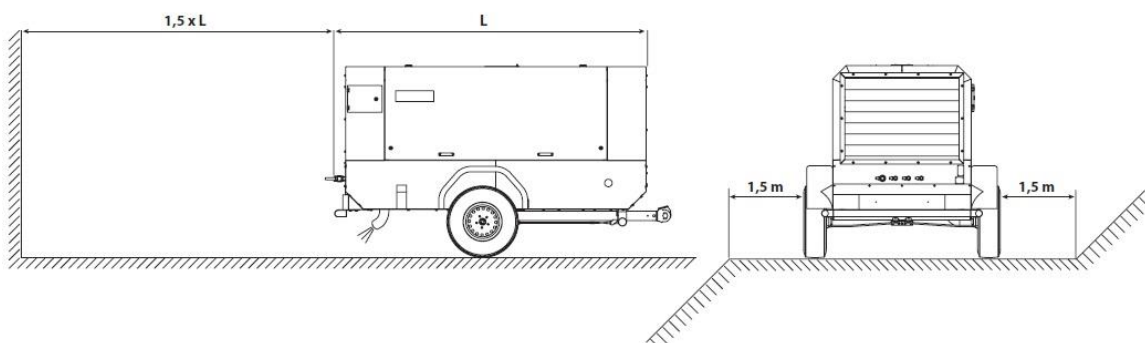

Рис. 3.2.2
При парковке компрессора зафиксируйте опорную ногу в вертикальном положении. Располагайте компрессор в максимально ровном положении, как показано на рис. 3.2.2. Допускается наклон компрессора при работе на короткое время на угол не более 15° градусов. Переднюю часть компрессора расположите против ветра как показано на рисунке 3.2.1.
2. Расположите компрессор на ровном участке как показано на Рис. 3.2.2 и надёжно заблокируйте колёса с помощью противооткатных башмаков.